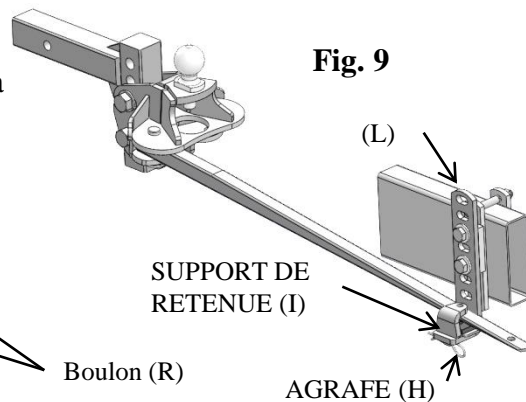

Fig. 9
- Placer le support de retenue de la barre stabilisatrice (I) dans le support en L (L) et verrouiller avec l'agrafe (H) comme illustré à la Fig. 9.
- Retirer l'agrafe à ressort (H), Fig. 9, du support de retenue de la barre stabilisatrice (I). Enlever le support.